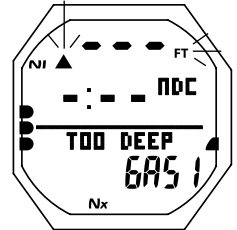

Fig. 85 - PRINCIPAL DV3
**Pantalla principal de DV3 (Violación retardada 3)** - Ésta es la información mostrada (Fig. 85):